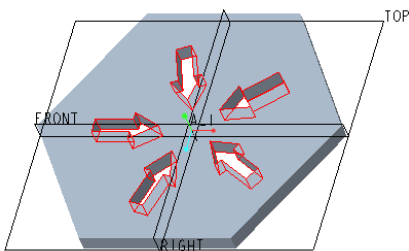

图 5-39 完成跟随轴旋转的轴阵列特征
- 8 在“阵列”选项卡中单击“完成”按钮, 完成效果如图 5-39 所示。